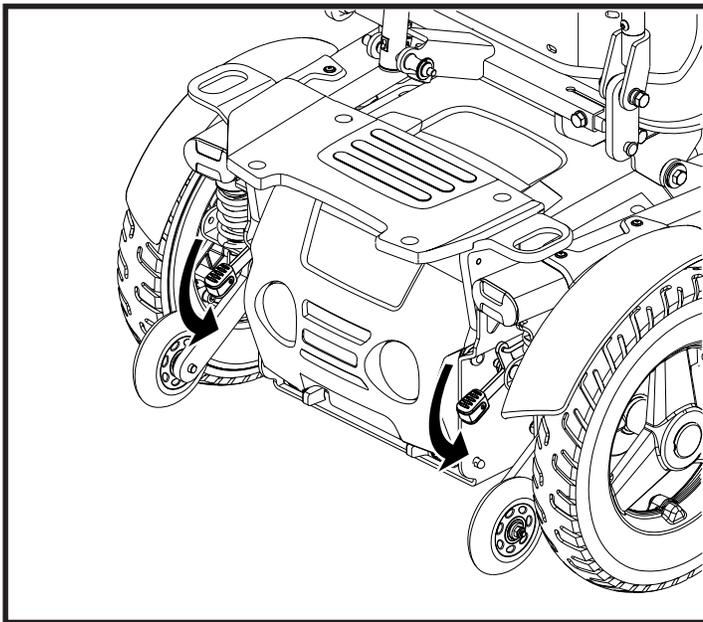

Figure 8. Mode traction (embrayé)
Votre fauteuil motorisé est équipé de leviers pour le débrayage (roues libres), installés sur les moteurs. Voir les figures 8 et 9. Ces leviers vous permettent de débrayer les moteurs et de manœuvrer le fauteuil manuellement. Vous pouvez pousser le fauteuil manuellement par le dossier.
2. Abaissez les deux leviers vers le bas pour engager les moteurs. Voir la figure 8.